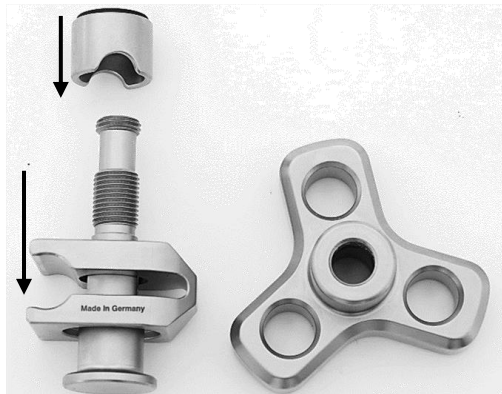

Fig. 6
Comme le montre la Figure 6, introduire d'abord la pièce de serrage (3), puis le manchon de serrage (2) sur la tige filetée (4).